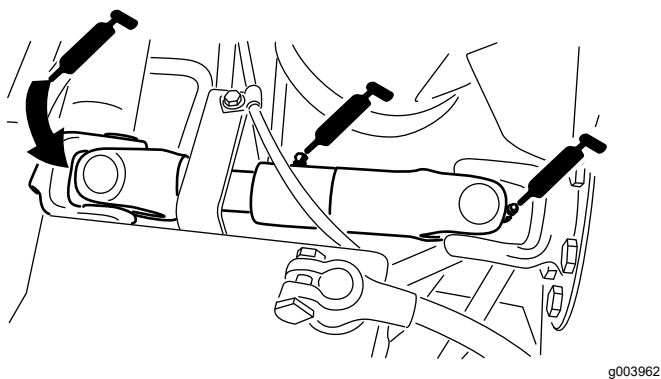

Figura 68
- Cardán del árbol de transmisión de la bomba (3) (Figura 68)